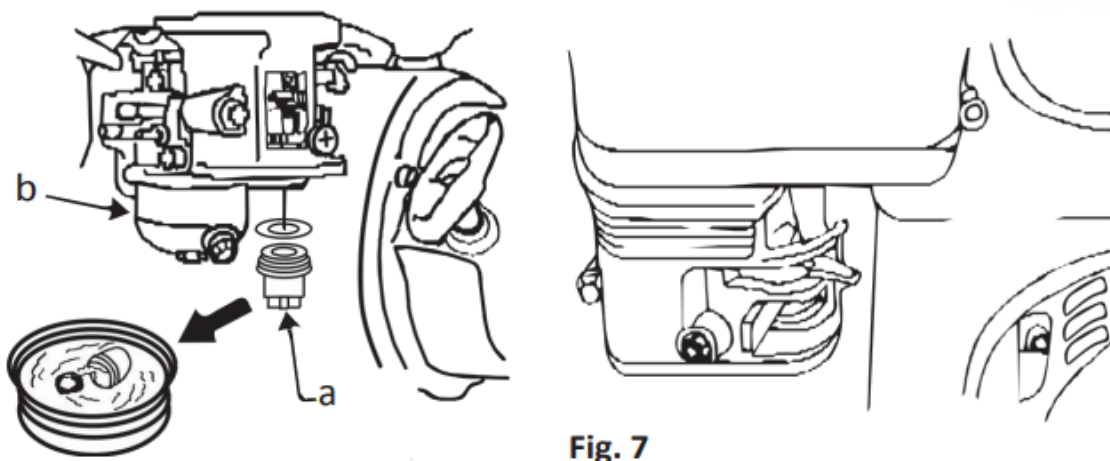

Fig. 7
4.8 Limpieza de la copa de sedimentos (Fig.7)